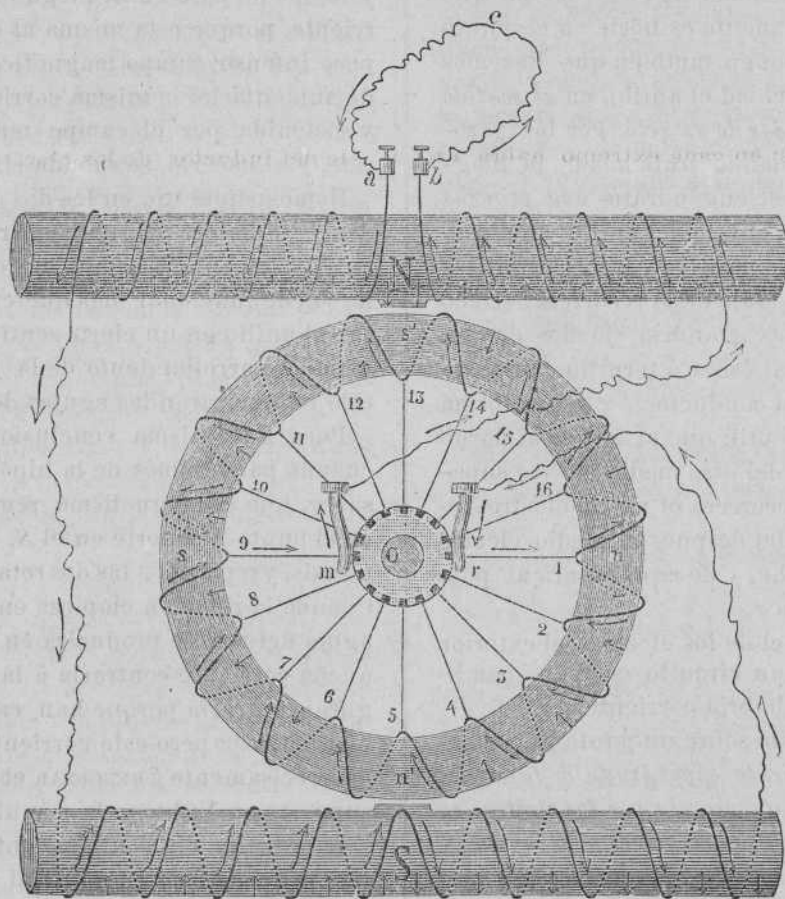

Fig. 35.—Schema de la máquina dinamo-eléctrica de Gramme de corriente continua.
**143.—Cómo empieza á funcionar la dinamo. Primer caso.**—Teniendo el lector á la vista el schema fig. 35, suponga que el magnetismo remanente es norte en el punto *N* y sur en *S*, y suponga también que hacemos girar con gran velocidad el anillo, en el sentido en que giran las agujas de un reloj. Por las razones ya explicadas cuando tratamos de la magneto, resultará que se engendrará una pequeña corriente eléctrica en el hilo del anillo: que la escobilla *m* será el polo positivo y la *r* el negativo; que la corriente que sale de *m* recorrerá, (como lo señalan las flechas grandes), medio electro superior, y llegará al borne ó tornillo aprehensor *b*: que correrá el conductor *b c a* que forma el circuito exterior ó útil; que al llegar al borne *a*, recorrerá el hilo del otro medio electro superior: que despues recorrerá el medio-electro inferior de la izquierda: despues el medio electro inferior de la derecha, y de aquí pasará al polo ó escobilla negativa *r*.
En efecto: la dinamo, empieza siempre su función como magneto, gracias al poco magnetismo remanente de las piezas polares. Ya vimos que en una magneto, la corriente cambia de sentido (invierte los polos) en cuanto cambia la rotación: luego la dinamo de la fig. 35, al empezar á girar en sentido contrario al de las agujas de un reloj, dará una pequeña corriente, contraria á la que marcan las flechas de la figura: esta pequeña corriente en vez de aumentar el magnetismo norte en *N* DISMINUYE este magnetismo y lo mismo pasa en *S*; luego es imposible la corriente, porque esta misma al nacer destruye el poco intenso campo magnético inicial, en vez de aumentarlo: la misma corriente engendada y sostenida por el campo magnético, mata á este, y al hacerlo, se suicida ella.
Esto depende de la *polaridad inicial de los inductores*, ó sea de los magnetismos remanentes que haya en *N* y en *S*. Si en *N* hay polaridad norte y en *S* polaridad sur, ya hemos visto lo que pasa en la fig. 35. La corriente engendrada es la que señalan las flechas grandes de la figura. Mas si la polaridad inicial y previa fuese contraria, en *N* hubiere magnetismo sur, y en *S* magnetismo norte, la corriente engendrada sería contraria á la que señalan las flechas grandes.